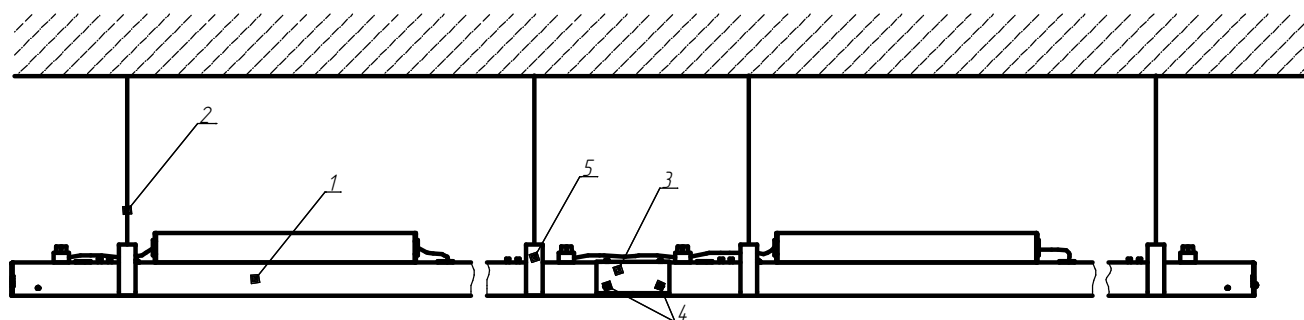

Рисунок 2 - Схема установки светильников в линию
6.3.3 Подвешенные светильники соединяются между собой соединительной скобой (поз. 3 рисунок 2) с саморезами (поз. 4 рисунок